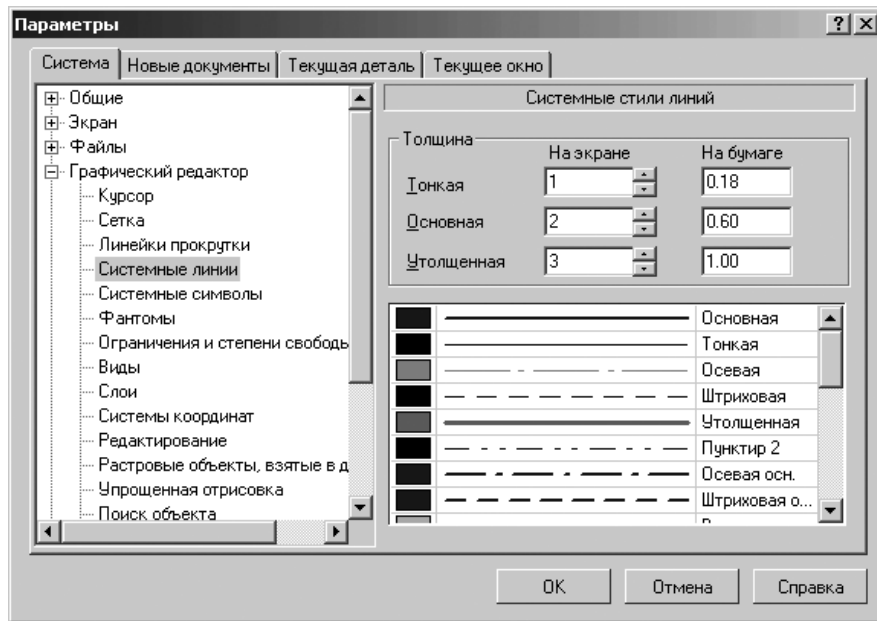

Рис. 9.20. Диалоговое окно **Параметры** с открытой вкладкой **Система** и открытой панелью **Системные стили линий**
- щелкните по пункту **Системные линии**. Откроется в правой части диалогового окна панель **Системные стили линий** (рис. 9.20);